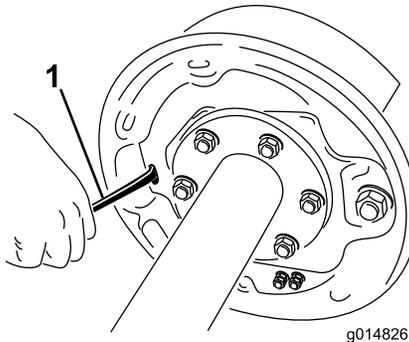

図 51
4. 通常のねじ回しを使って、アジャスタアセンブリのスターホイールを回してブレーキシューを外側に開く（図 51）。